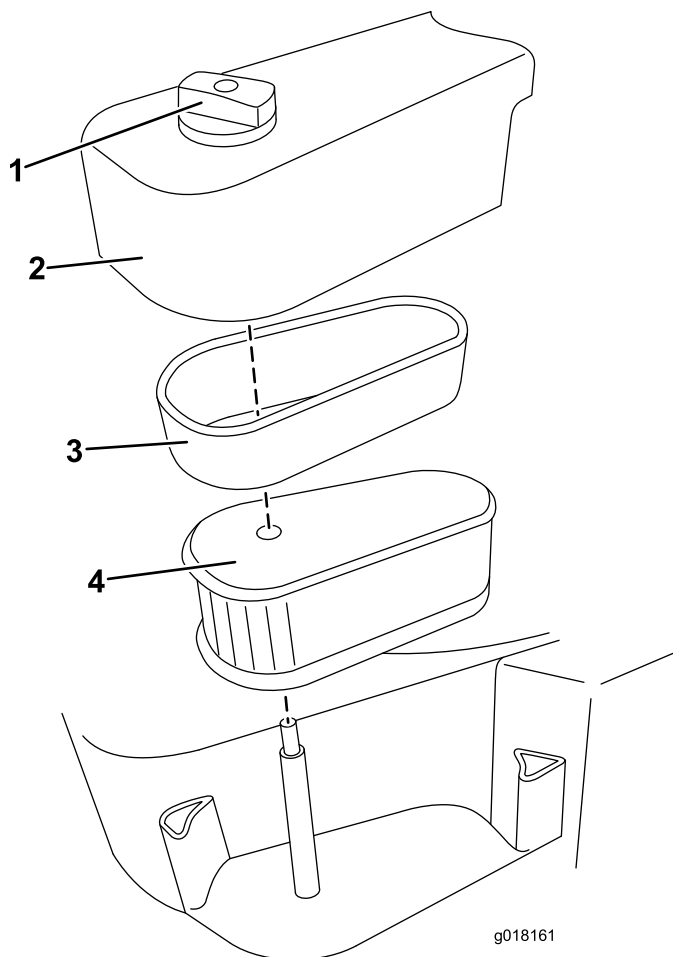

Figure 17
2. Desserrez le bouton de fixation du couvercle du filtre à air (Figure 17).
4. Retirez soigneusement l'élément en mousse et la cartouche ensemble, puis séparez l'élément en mousse de la cartouche (Figure 17).
7. Remettez le couvercle en place (Figure 17).